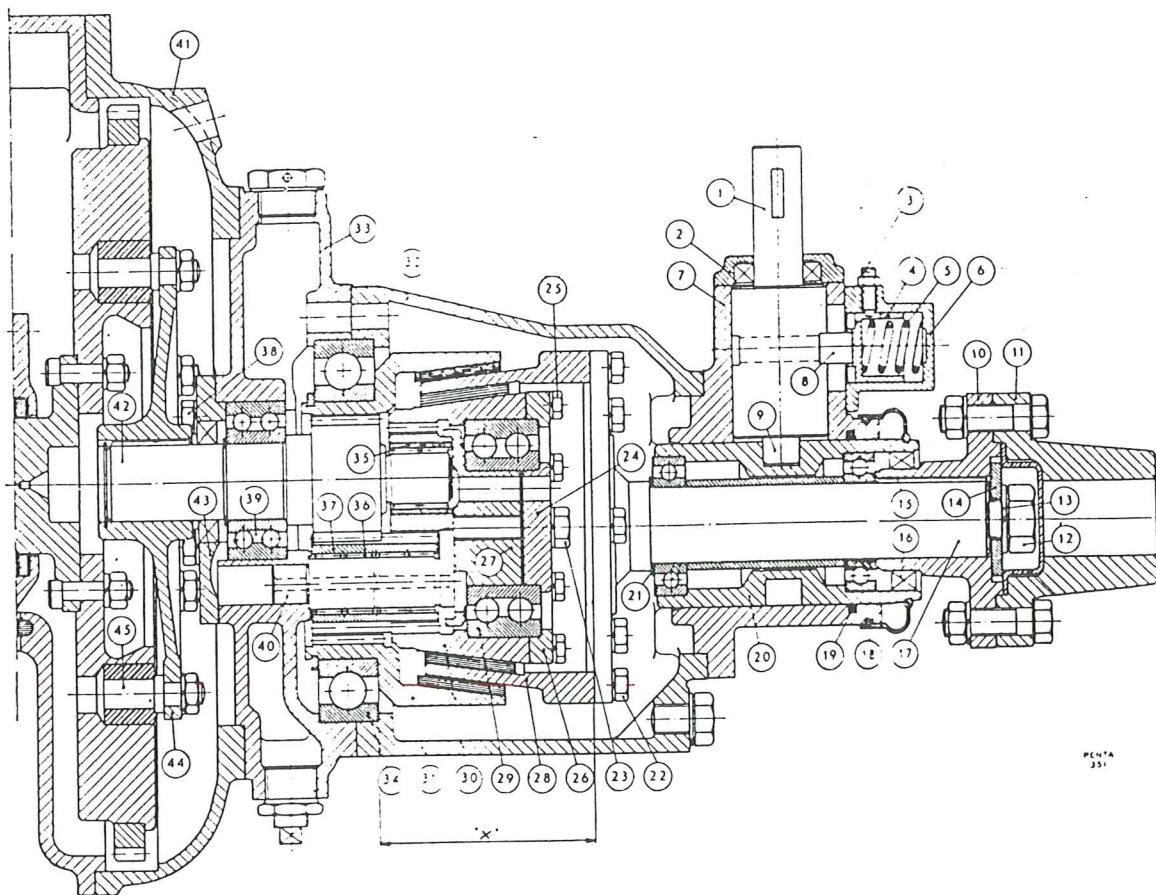

Fig. 28. Reduktionsbackslag.
Kopplingsmekanismen går att placera i tre olika lägen i förhållande till backslaget, så att axeln (1) antingen befinner sig på motorns styrbordssida, på babordssidan eller rätt upp som fig. 28 visar. Se vidare under montering.
16. Slitaget av friktionsbelägget på kugghjul (31), vilket är mest utsatt för slitage, kompenseras genom att öka justerbrickans (21) tjocklek enligt följande: Lägg in konan (28) i kugghjul (31) och mät måttet "x" angivet på fig. 28. Det mått varmed måttet "x" understiger 85 mm bestämmer hur mycket justerbrickans (21) tjocklek skall ökas. Mäter måttet t.ex. 83 mm monteras en bricka med 2 mm tjocklek. Sammanlagda bricktjockleken får ej överskrida 4 mm. Är slitaget så stort, att måttet 85 mm ej går att innehålla med max. 4 mm. bricktjocklek, måste förslitna detaljer utbytas. Alltså får måttet "x" ej understiga 81 mm. Friktionsbeläggen i kugghjul och kona är ej utbytbara.
17. Montera lager (36) och kugghjulet (37) på axeln (40) och tryck in axeln i hus (33).
18. Montera kugghjulet (31) med lager (34) i huset (33).
19. Montera samman axel (42), lager (39), lock (43) och medbringare (44) till en enhet. Kullagret (39) monteras så att innerringens sida märkt "x" blir vänt mot kuggarna på axel (42). Om tätningsringen i lock (43) visar minsta skada eller om den varit demonterad ur locket, skall den ersättas av en ny. För att skydda tätningsringen vid passage av kilspår i axel (42) skall skyddshylsa användas.
20. Montera axelenheten (se punkt 19) i hus (33). Iakttag varsamhet så att kugghjulet på axeln (42) kuggar i båda kugghjulen (37 och 31).
21. Lägg in nållagret (35).
22. Lägg in konan (28) i kugghjul (31).
23. Montera samman lagerstöd (27), lager (29), lock (24) och kugghjul (30) till en enhet och drag fast locket (24). Kullagret monteras så att innerringens sida märkt "x" är vänt mot bricka (24). Lagerstödet (27) och brickan (24) monteras så att det mellersta genomgående hålet kommer uppåt.
24. Lägg in enheten i konan (28), (se punkt 22).
25. Montera axeln (17) med hylsan (20) till konan (28). (Kontrollera att punkt 15 är åtgärdad.)
26. Träd backslagskåpan (32) över de hopmonterade detaljerna och drag fast den till huset (33).
30. Kopplingsmekanismen går att placera i tre olika lägen, med axeln (1) rätt upp enl. fig. 28 eller riktad åt babord eller styrbord.
32. Lossa skruvarna som håller lagerhuset (7) fäst till huset (32) och drag lagerhuset akteröver några millimeter, stick en kniv mellan tätningssyrtorna och lossa försiktigt packningen så att den endast sitter fast i ena tätningssytan.
33. Vrid lagerhuset (7) till önskat läge och drag fast huset.
34. Om kilspåret på axel (1) efter omplaceringen kommit i sådant läge att backslagsspaken ej går att montera, vrides axel och medbringare enl. följande:
35. Lossa huset (6) och lyft ur spärrtapp (8).
36. Lossa locket (2) utan att draga det av axeln (1).
37. Lyft axel (1) med lock (2) ur huset (7) och vrid axeln  $180^\circ$  (ett halvt varv). Vrid även medbringaren (9)  $180^\circ$ , varefter axeln åter insättes.
38. Montera lock (2) och spärrtapp (8) samt hus (6).